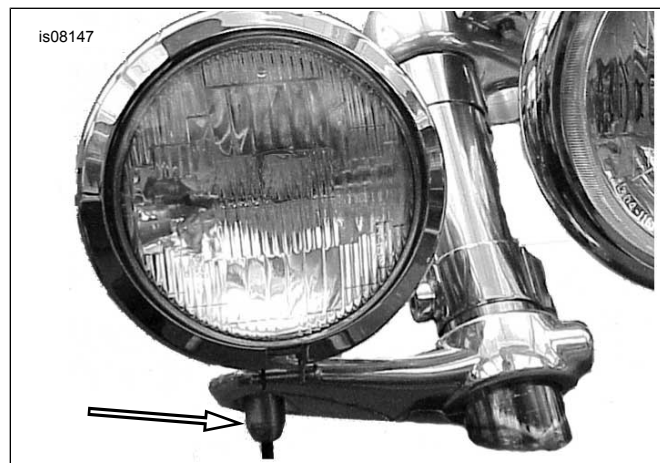

Figura 3. Extracción de la tuerca de retención
12. Si ya está instalado el kit de las luces de paso y ya está cableado al vehículo, corte el cable conductor del kit de la luz de paso en el área de la abrazadera del manillar, lo más cerca posible al empalme plano. Corte el empalme plano, ya que será reemplazado con el empalme nuevo del kit. Corte las correas de cables que aseguran el cable conductor a los tubos de la horquilla. Vea Figura 3. Extraiga la tuerca de retención de la luz de paso, como se muestra, y deséchela.
16. Si ya está instalado el kit de las luces de paso y ya está cableado al vehículo, corte el cable conductor del kit de la luz de paso en el área de la abrazadera del manillar, lo más cerca posible al empalme plano. Corte el empalme plano, ya que será reemplazado con el empalme nuevo del kit. Corte los amarres de cables que aseguran el cable conductor a los tubos de la horquilla. Vea Figura 3. Extraiga la tuerca de retención de la luz de paso, como se muestra, y deséchela.